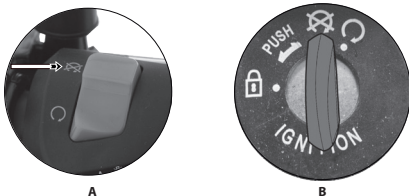

Imagen 35. Apagado del motor.
3. Colocar el interruptor cortacorriente en la posición . Ver imagen 35-A.
4. Girar el interruptor de encendido en posición . Ver imagen 35-B.